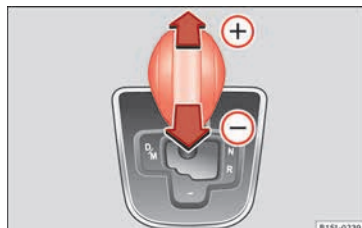

Abb. 146 Wählhebel in Tiptronic-Stellung.
- Wählhebel nach vorn **+** oder zurück schieben **-**, um hoch- oder herunterzuschalten »» **Abb. 146**.